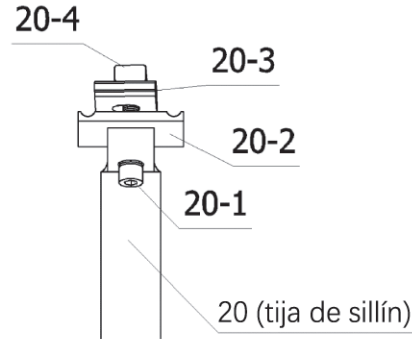
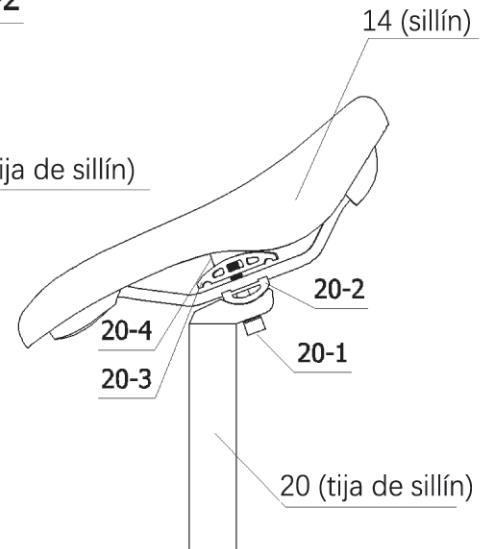

Figura 23-2.
Figura 23-3.
b. Gire la tapa superior (pieza 20-3 y pieza 20-4) 90°, como se muestra en la Figura 23-2, y luego encaje el rail guía del sillín en la ranura del tubo del sillín, como se muestra en la Figura 23-3